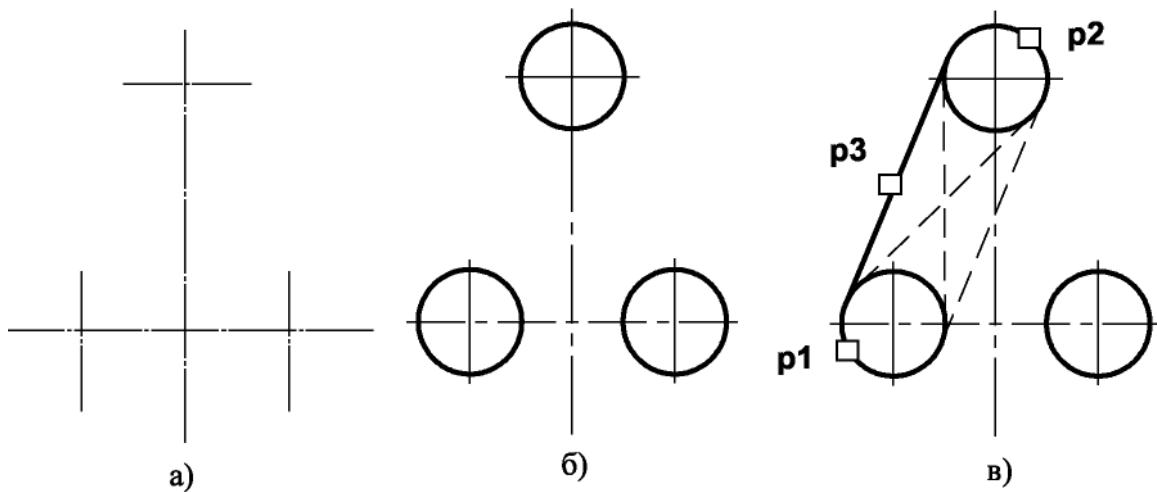

Рис. 2.1. - Построение касательных к двум окружностям
Построение касательных к двум окружностям заданных радиусов представлено на рис. 2.1. Вначале рекомендуется изобразить осевые линии, задающие центры окружностей (см. рис. 2.1а). Далее необходимо изобразить сами окружности, к которым строится касательная прямая (рис. 2.1б).
2. Указать графическим курсором произвольную точку (точка **p1**) на первой окружности, к которой должна быть проведена касательная прямая (рис. 2.1 в).
3. Указать графическим курсором произвольную точку (точка **p2**) на второй окружности, к которой должна быть проведена касательная прямая (рис. 2.1 в).
4. Выбрать курсором нужную касательную на графической зоне и щелкнуть по кнопке - **Создать объект** панели специального управления (точка **p3**) (рис. 2.1 в).